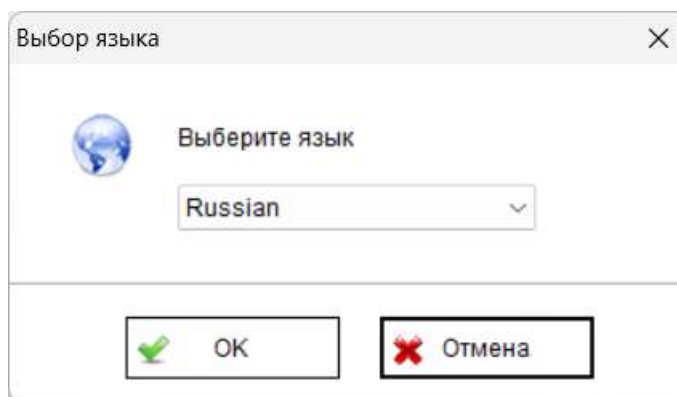

Рисунок 15 - Выбор языка
- Выбор языка. При нажатии открывает окно выбора языка программы (рисунок 15). После выбора языка программы для применения изменений программа перезапускается.